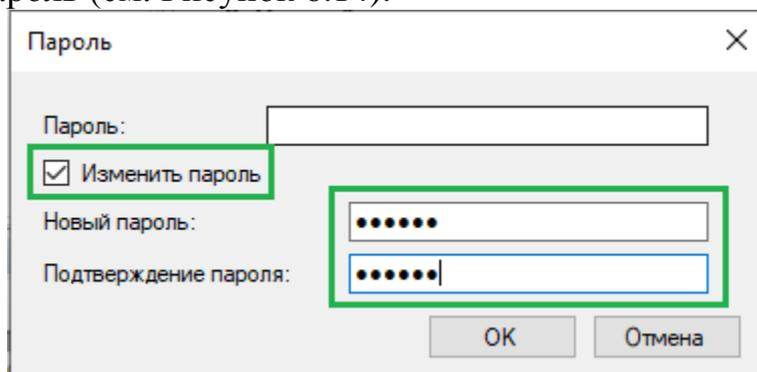

Рисунок 6.14
- Для этого необходимо поставить галочку "Изменить пароль" и дважды ввести новый пароль (см. Рисунок 6.14).